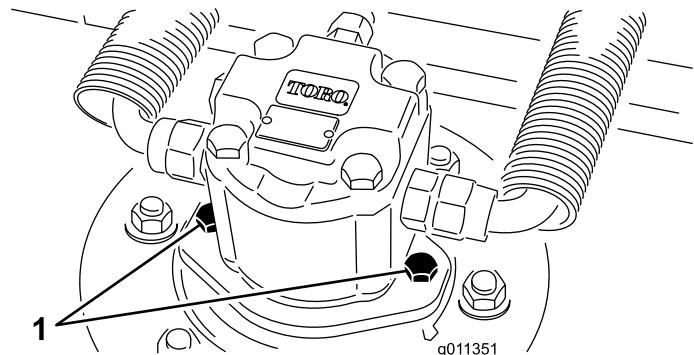

図 61
- カッティングユニットから油圧モータを外す図61。異物がつかないように、スピンドル上部にはカバーをかけておく。
4. デッキに油圧モータを取り付ける図 61。Oリングを忘れずに、また、損傷させないよう注意して取り付ける。